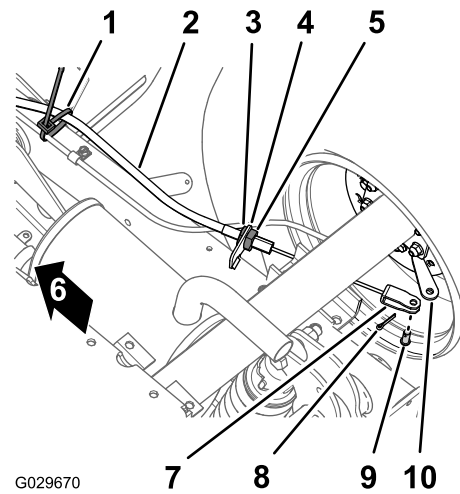

图 41
1. 在机器的底部取下将手刹拉索固定至行车制动拉索上的扎带图 41。
2. 在手刹拉索前锁紧螺母上标记一个旋转条纹图 41。
3. 松开后锁紧螺母然后从刹车拉索支架上取下拉索图 41。
4. 卸下将手刹拉索 U 形销固定至刹车制动杆上的开口销和柱销将拉索与制动杆分开图 41。
- 将手刹拉索的螺纹调节器放置到刹车拉索支架并将 U 形销放置到刹车制动杆上图 41。
- 将手刹拉索的螺纹调节器与刹车拉索支架对齐然后拧紧后锁紧螺母图 41。